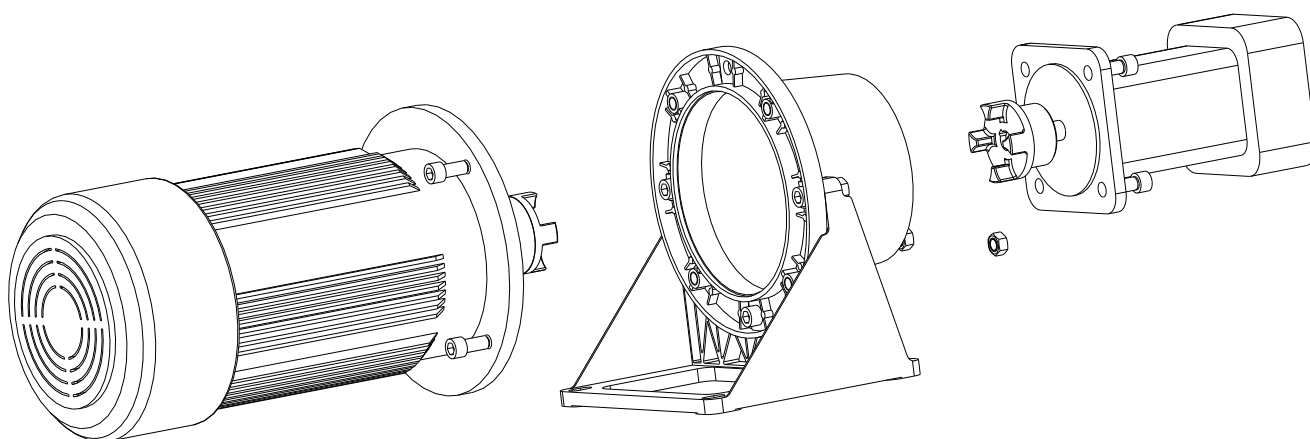

Fig. 4: Montaggio motore elettrico e/o pompa con lanterna e flangia base
- Se la lanterna è collegata a una flangia di base, le viti per il fissaggio del motore devono essere abbastanza lunghe da attraversare la flangia, per poter essere fissate con un dado (fig. 4).